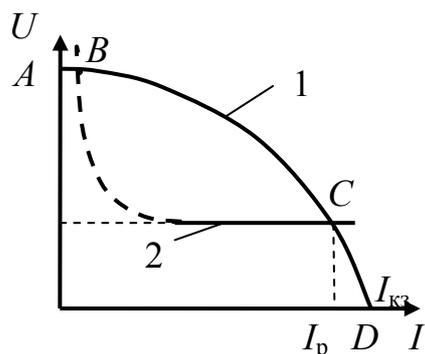

Рис. 45. Статическая вольт-амперная характеристика дуги 2 и падающая внешняя характеристика источника тока 1
Электрические свойства дуги определяются статической вольтамперной характеристикой, которая представляет собой зависимость между напряжением и током дуги в состоянии спокойного её горения (кривая 2, рис. 45).
Источник тока для питания сварочной дуги должен иметь специальную внешнюю характеристику, которая представляет зависимость между напряжением на зажимах источника тока и током (кривая 1, рис. 45).
Устойчивый режим горения дуги определяется т. С – пересечения статической вольтамперной характеристикой дуги (кривая 2) и падающей внешней характеристикой источника тока (кривая 1) (рис. 45). Эта точка соответствует режиму стойкого горения дуги, точка А – режиму холостого хода в период, когда дуга не горит и сварочная цепь разомкнута. Точка D соответствует режиму короткого замыкания. Ток короткого замыкания не должен превышать рабочий ток больше, чем в два раза. Это отношение называется коэффициентом добротности D:
- при ручной дуговой сварке внешняя характеристика источника тока должна быть крутопадающей (кривая 1, рис. 45);